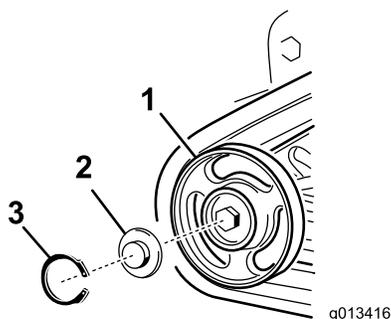

図 48
2. ロードホイールについているスナップリングとキャップを外す 図 48。
3. キャップ外した部分とガスケット周囲のグリスの状態を見る **図 48**。グリスが劣化しているようであれば、完全にふき取り、ガスケットを交換して新しいグリスを入れる。
5. グリスを入れたキャップをボルトの頭に取り付ける **図 48**。
6. キャップをスナップリングで固定する **図 48**。